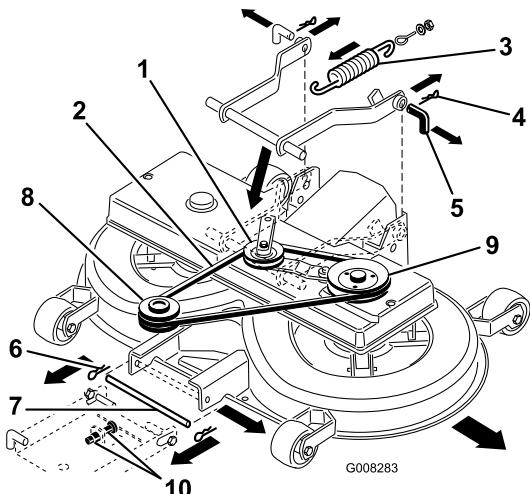

Figure 39
2. Enlevez l'ensemble poulie à courroie trapézoïdale et bras de tension (Figure 39).
8. Tirez l'ensemble bras de tension vers l'intérieur et ôtez la courroie trapézoïdale de la poulie (Figure 39).
9. Décrochez le ressort du levier d'engagement (Figure 39).
11. Retirez les goupilles fendues des 2 goupilles arrière et enlevez ces dernières (Figure 39).
12. Retirez la goupille fendue de la goupille avant et enlevez cette dernière (Figure 39).
13. Enlevez la courroie trapézoïdale de la poulie du moteur (Figure 39).
7. Placez la goupille inférieure de la suspension de réglage avant dans la position inférieure des fentes, en réglant les 2 écrous (M12) sur la suspension avant (Figure 39).